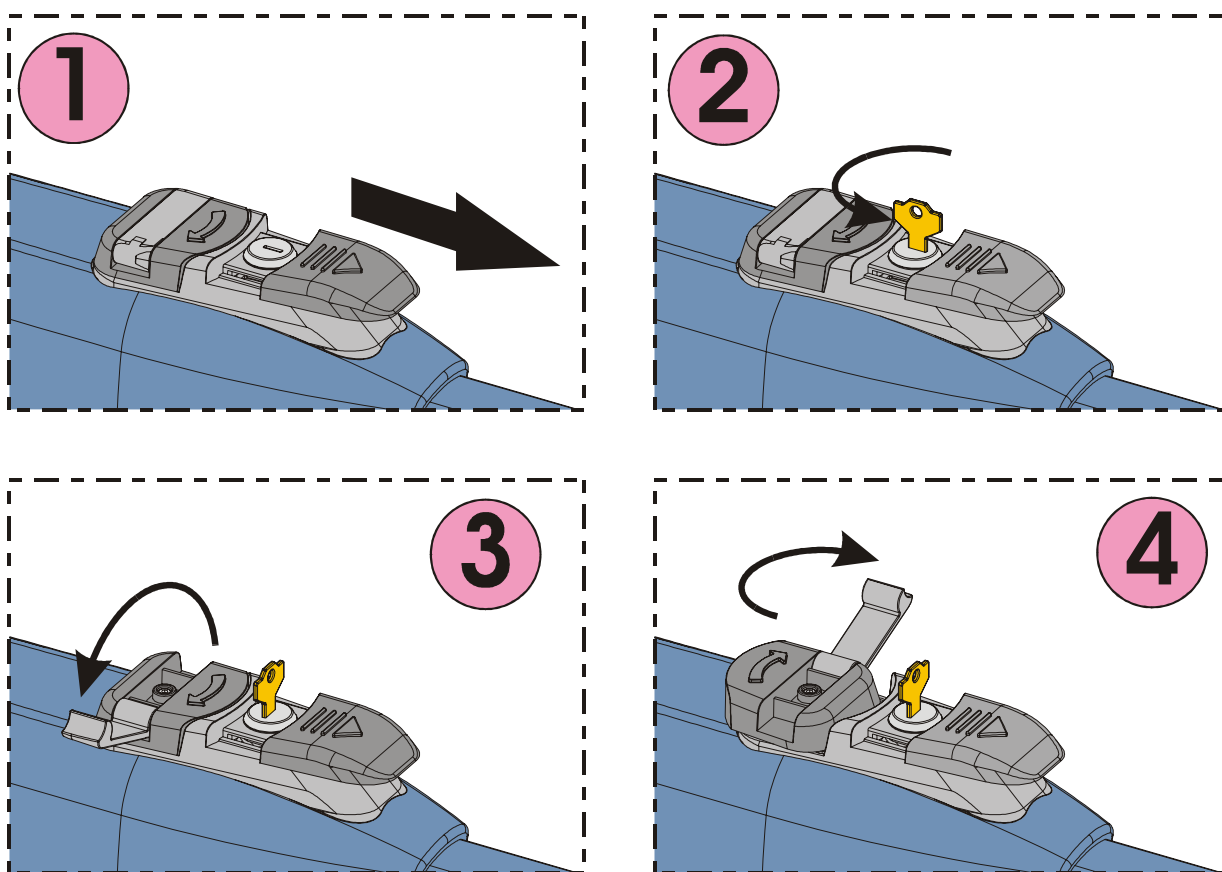

Fig. 22
- 2) Faire coulisser le capuchon de protection, Fig.22/1.
- 3) Introduire la clé et la tourner de 90°, Fig.22/2.
- 4) Soulever le levier de manœuvre, Fig.22/3.
- 5) Pour débloquer l'opérateur tourner de 180° le levier de manœuvre dans la direction de la flèche présente sur le système de déblocage, Fig.22/4.